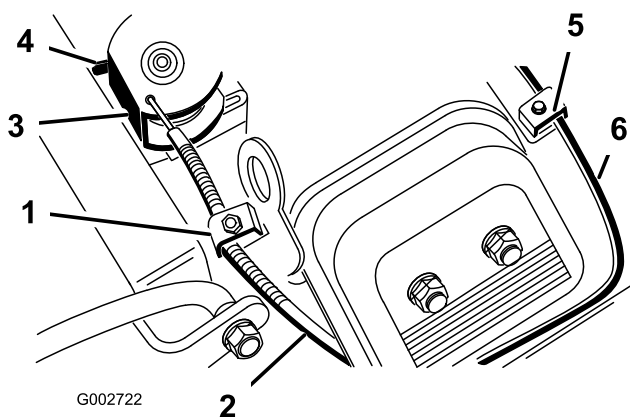

Figura 38
2. Afloje el tornillo de la abrazadera que fija el cable del acelerador al motor (Figura 38).
4. Tire firmemente del cable del acelerador hasta que la parte trasera del pivote entre en contacto con el tope (Figura 38).
2. Afloje el tornillo de la abrazadera que fija el cable del estarter al motor (Figura 38).
4. Tire firmemente del cable del estarter (Figura 38) hasta que la palomilla esté cerrada del todo, luego apriete el tornillo de la abrazadera.